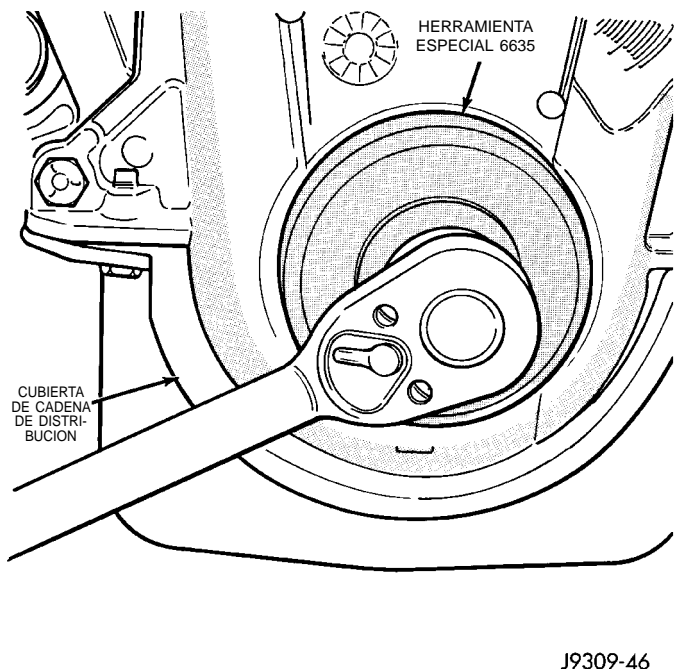

Fig. 25 Instalación de la junta de aceite
(5) Utilizando el perno del amortiguador de vibraciones, ajuste el perno para emplazar la junta en su posición en el cigüeñal (Fig. 25).